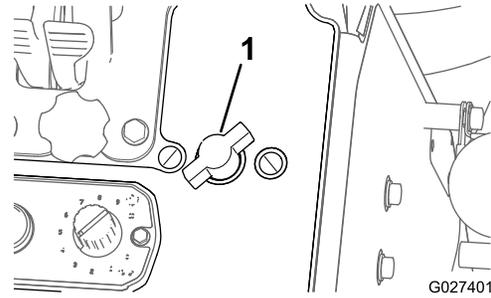

Figura 54
- Para aumentar la presión, gire el control de presión de la lanza en sentido antihorario (Figura 54).
- Para disminuir la presión, gire el control de presión de la lanza en sentido horario (Figura 54).
- Para cortar la presión a la lanza, gire el control de presión en sentido horario hasta que la válvula del control esté cerrada (Figura 54).
- B. Gire el control de presión de la lanza en sentido horario a la posición de Apagado (Figura 54).